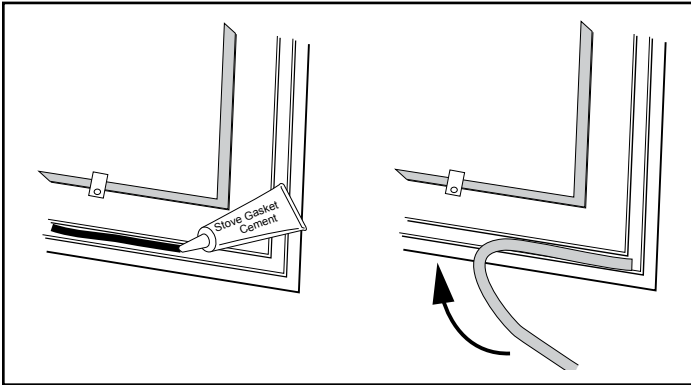

Figure 3.5 – Mettre un cordon de ciment ou de silicone pour joint puis appuyer sur le joint pour le mettre en place.
- Mettez un cordon continu de silicone ou de ciment de 3 mm (1/8 po) dans la rainure que vous venez de nettoyer (figure 3.5).
- En commençant par une extrémité, enfoncez le joint dans la rainure (figure 3.5). Veillez à avoir une bonne jonction entre les deux extrémités du joint avant de couper l'excès. Ne chevauchez pas les extrémités du joint et ne laissez pas d'extrémités effilochées ou abimées.